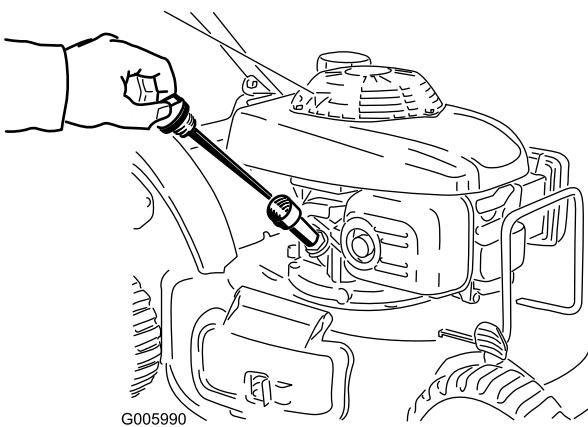

Figura 40
2. Retire la varilla (Figura 40).
- Vierta aceite **lentamente** por el tubo de llenado de aceite, comprobando el nivel con la varilla de vez en cuando, hasta que la varilla indique que el motor está lleno, tal como muestra Figura 40. **No llene demasiado.** (Capacidad máxima: 20 onzas (0,55 l), tipo: SAE 30, aceite detergente con clasificación de servicio API , SH, SJ, SL o superior.)